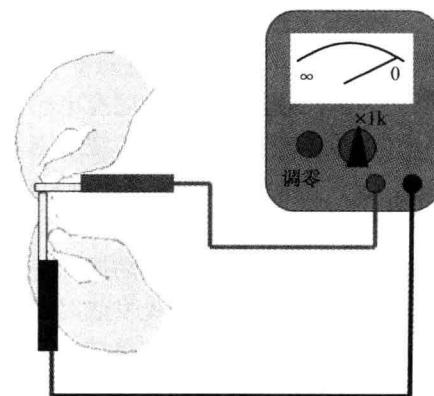

图 1-10 欧姆调零
① 机械调零。万用表的红、黑表笔未短接时，看表的指针是否对准表盘左边刻度线零点位置，如不在零点位置，则需用小起子调节表头中间的机械调零螺丝将表针调至零点位置。
② 欧姆调零。将万用表的红、黑表笔短接时，看表的指针是否对准表盘右边 Ω 刻度线零点位置，如不在零点位置，则需要调节调零旋钮，使表针调至 Ω 刻度线零点位置。每换一次挡位应重新欧姆调零，如图 1-10 所示。